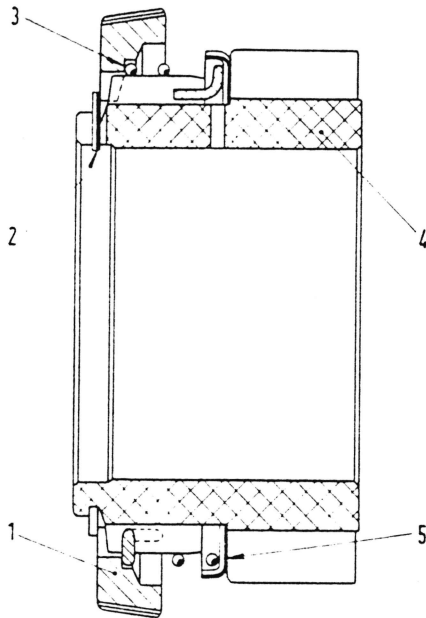

Abb. 42. - Schnitt durch das Getriebe des 3. Gangs, komplett mit Synchronisierung.
Bei der Montage der Synchronisierung muss vor dem Einsetzen des Federrings (2, Abb. 42) kontrolliert werden, ob die umgebogenen Enden der Feder (3) in die Vertiefungen des Synchronkranzes richtig eingesteckt sind, ohne dass dabei der normale Durchmesser der Feder selbst eine Veränderung erlitten hat.